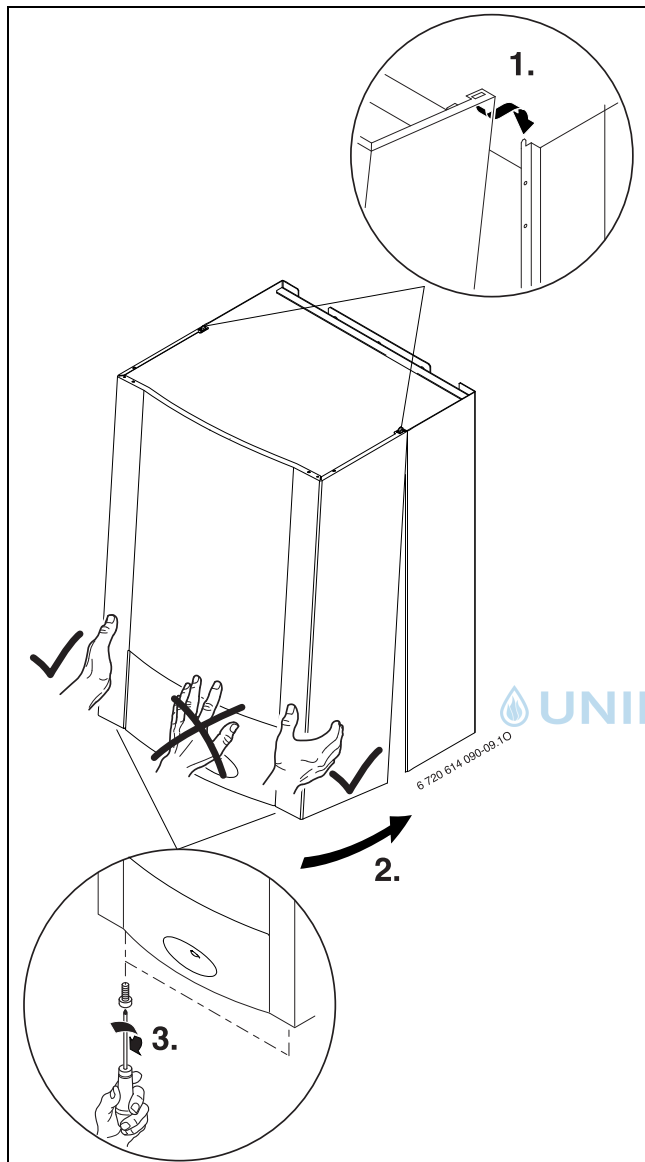

Bild 17
- Verkleidung oben einhängen, unten einrasten und mit beiliegender Schraube gegen unbefugtes Öffnen sichern (→ Schritte in Bild 17).